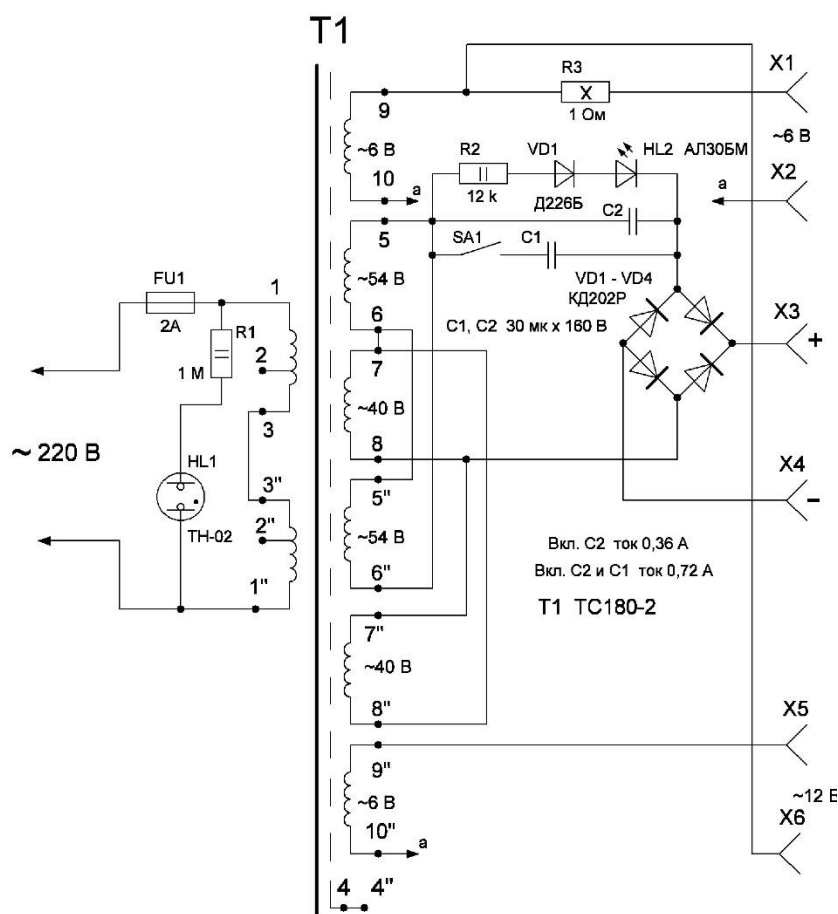

Рис. 1
В (1) описана схема отримання активованої води з випрямлячем безпосередньо від електромережі, чого не можна робити, оскільки це небезпечно для життя людини - не виключено ураження електричним струмом. Автор пропонує використовувати як розділовий трансформатор широко поширений ТС180-2 від чорно-білого телевізора. Принципова електрична схема приладу показано на рис.1.